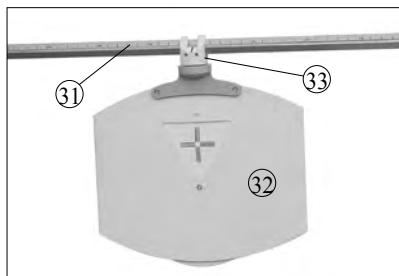
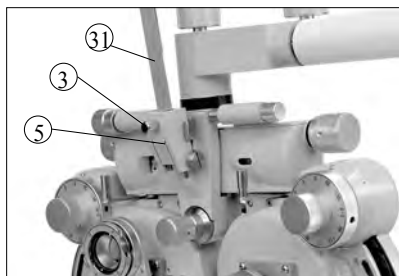

图 8
图 9
先把测试卡托 ③③ 套入近点测试标杆 ③①，并滑动到适当的位置，再把近视标盘 ③② 安装在测试卡托 ③③ 的开口缝隙中（图 8），然后把近点测试标杆 ③① 安装在连接块 ⑤ 上，固定锁紧螺钉 ③。当近点测试标杆 ③① 不用时，将它向上抬起（图 9）。